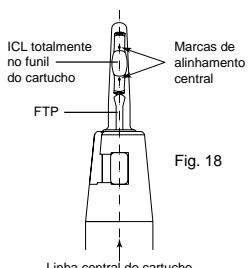

Fig. 18
- Inspecione a orientação da lente sob o microscópio cirúrgico. O funil transparente do cartucho possibilita a identificação das marcas centrais de cada lado da parte óptica da lente. Essas marcas devem ser visíveis na posição de 12 horas e estar em linha reta com o eixo do cartucho. (Se não houver alinhamento ou orientação correta, a ICL ou TICL poderá estar torcida, por isso deverá ser injetada na bandeja do cartucho para que o processo de carregamento seja repetido). (Fig. 18)